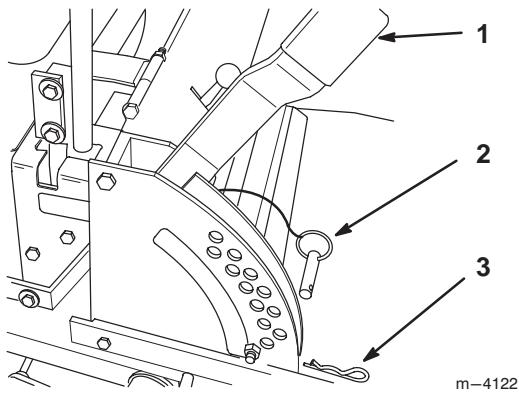

Bild 27
1. Heben Sie den Schnitthöhen-Einstellhebel in die Transportstellung (gleichfalls die 114 mm Höhen-einstellung) (Bild 27).
2. Entfernen Sie den Splint und Lastösenbolzen aus dem Schnitthöhen-Einstellbügel (Bild 27).
3. Wählen Sie das Loch im Schnitthöhen-Einstellbügel, das der von Ihnen gewünschten Schnitthöhe entspricht und stecken den Lastösenbolzen in dieses Loch (Bild 27).
4. Sichern Sie den Lastösenbolzen mit einem Splint ab (Bild 27).